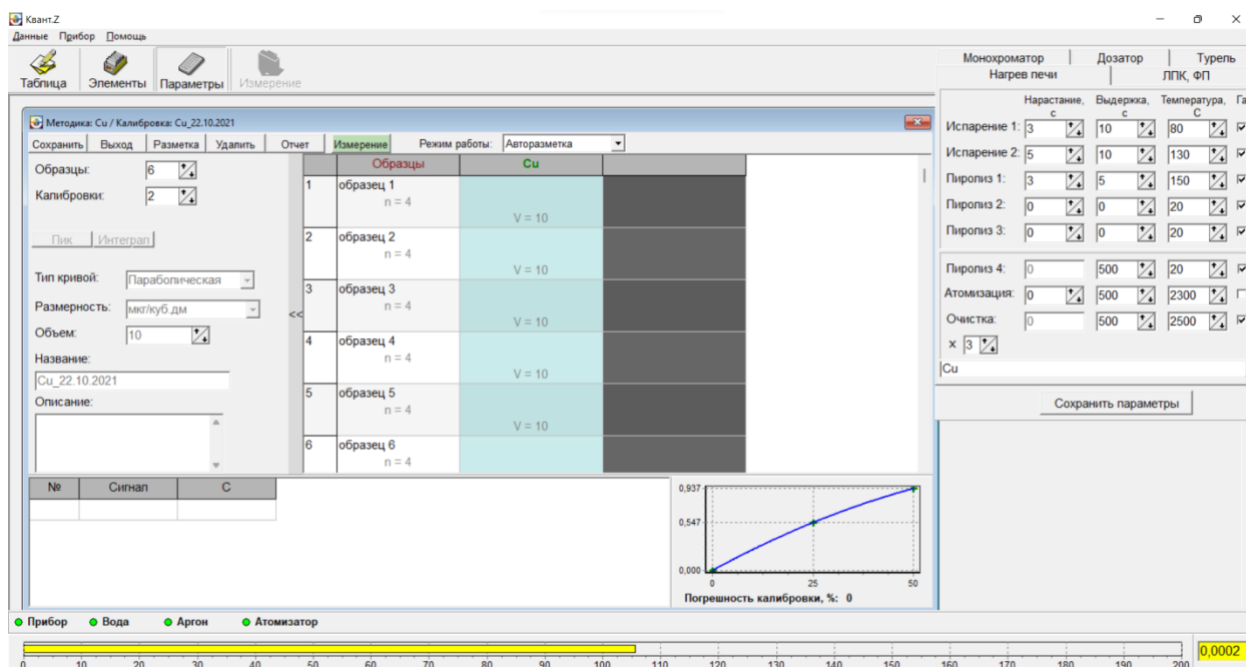

Рис. 24П – Выбор числа образцов и числа калибровок
3.7.3 Для установки количества анализируемых образцов (числа строк) и определяемых элементов (числа столбцов) откройте дополнительное окно, щелкнув левой кнопкой мышки по двойной стрелке (>>), расположенной в левой части окна «Измерение». В дополнительном окне (слева) появятся строки выбора числа образцов и калибровок, т.е. определяемых элементов. Установим в строке «Образцы» - 6, в строке «Калибровки» - 2. (рис. 24П). Загруженная (активная) в текущий момент методика выделена зелёным.